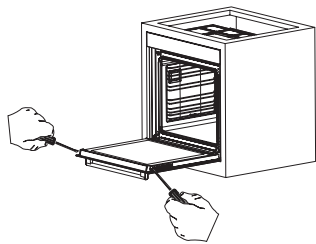
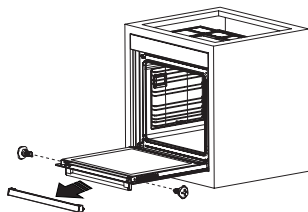
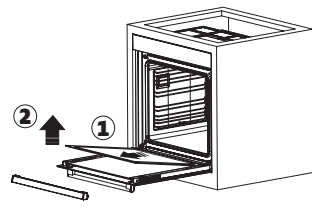

Figura 20
Figura 21
Figura 22
**2.** Rimuovere le viti sul lato sinistro e destro come mostrato in Figura 20. Rimuovere il profilo tirandolo verso di sé come mostrato in Figura 21. Il vetro è libero dopo aver rimosso il profilo come mostrato in figura 22. Tirare con cautela il vetro che si è disinserito verso di sé. Se necessario, il vetro centrale può essere rimosso nello stesso modo. Il vetro esterno è fissato al profilo dello sportello del forno. I vetri possono essere facilmente puliti dopo che sono stati separati. Una volta completata l'operazione di pulizia e manutenzione è possibile sostituire i vetri e il profilo eseguendo la procedura di rimozione in senso inverso. Assicurarsi che il vetro sia inserito nella direzione corretta e che il profilo si adatti correttamente.